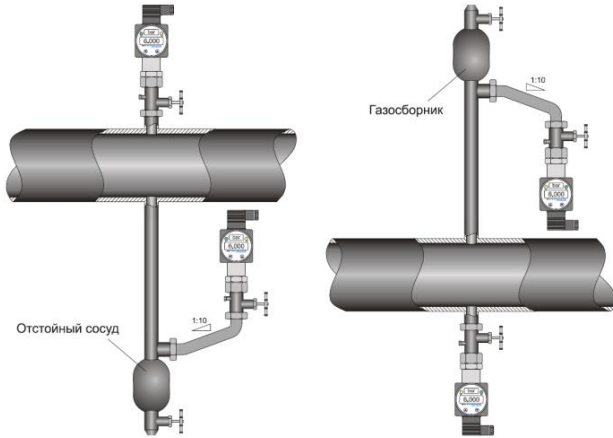

Рисунок 4. Монтаж датчика для измерения давления газа (слева) и жидкости (справа).
4.4. Механическое присоединение датчиков рекомендуется производить с ориентацией, при которой соединительная линия от места отбора давления имеет односторонний уклон (≥1:10) вверх к датчику, если измеряемая среда - газ, и вниз к датчику, если измеряемая среда - жидкость (см. рис. 4.). Если это невозможно, при измерении давления газа в нижних точках соединительных линий следует устанавливать отстойные сосуды, а при измерении давления жидкости в наивысших точках - газосборники. Отборные устройства для установки датчиков рекомендуется монтировать на прямолинейных участках, на максимально возможном удалении от насосов, запорных устройств, колен, компенсаторов и других гидравлических устройств.